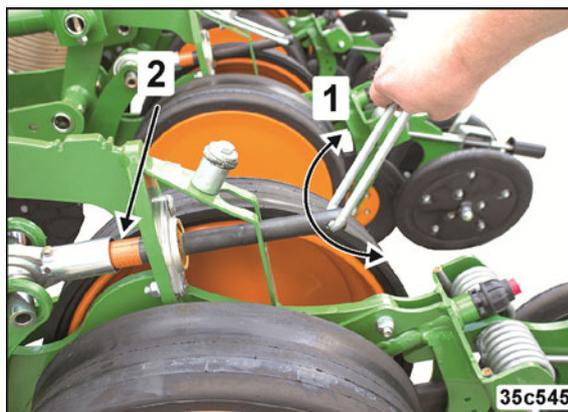

Fig. 175
2. Die gewünschte Ablagetiefe durch Drehen der Spindel (Fig. 175/2) mit dem Bügel (Fig. 175/1) einstellen.